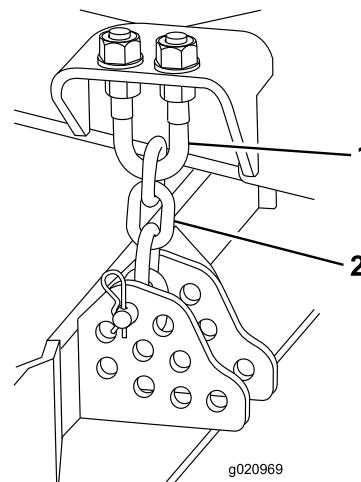

Figura 74
- 1. Desaperte as porcas de retenção na zona superior ou inferior da cavilha em U da correia da altura de corte (Figura 74).